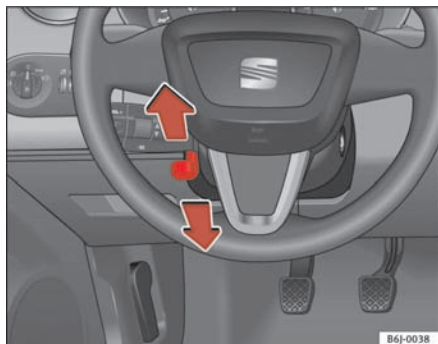

Fig. 99 Indstilling af rathøjde
- Drej armen $\Rightarrow$ fig. 99 under ratstammen nedad $\Rightarrow$ ⚠.
- Indstil rattet, så du får den ønskede indstilling $\Rightarrow$ fig. 99.
- Indstil førersædet eller rattet, så afstanden mellem rattet og din brystkasse er mindst 25 cm $\Rightarrow$ fig. 99. Hvis du ikke overholder minimumsafstanden, kan airbagsystemet ikke beskytte dig – livsfare!